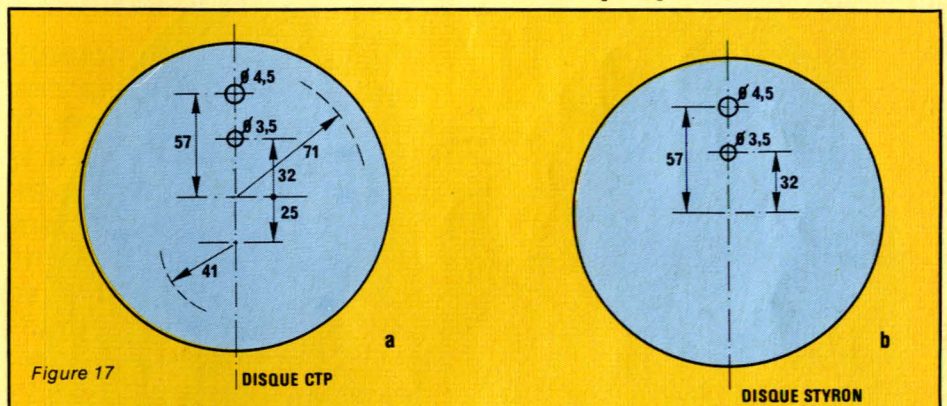

Figure 17
- Sur le disque de CTP tracer un diamètre (figure 17 a). Percer un trou de 4,5 mm à 57 mm du centre et un de 3,5 mm à 32 mm du centre. Tracer à partir du centre une circonférence de 71 mm de rayon. Elle servira à centrer les pièces 16 a et 16 b lors du collage. Pour position-
ner la petite bobine de l'émetteur tracer un cercle de 41 mm de diamètre à 25 mm du centre (figure 17 a).
- Sur le disque de styron, figure 17 b, tracer un diamètre. Il sera réparti sur l'autre face. Pour des raisons esthétiques, la face brillante sera située à l'extérieur de la tête. Percer un trou de 4,5 mm à 57 mm du centre et un autre de 3,5 mm à 32 mm du centre.